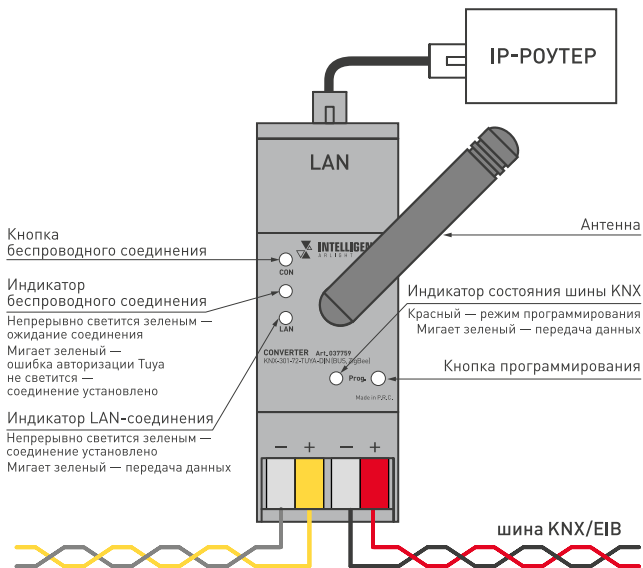

Рис. 1. Схема подключения конвертера
- 3.3. Подключите шину данных KNX и дополнительное питание к соответствующим клеммным колодкам, соблюдая полярность и цвета проводов, затем подключите коннектор сети Ethernet с верхнего торца конвертера, как показано на рис. 1.